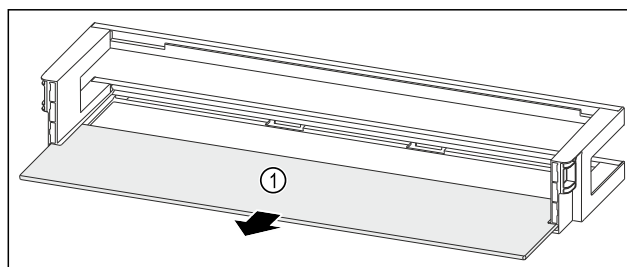

Fig. 91 Balconcino controporta con ripiano
- ▶ Rimuovere il ripiano Fig. 91 (1).